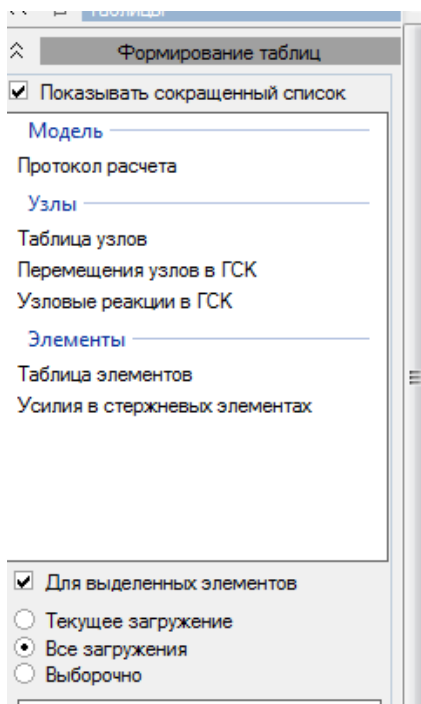

Рис. 58. Формирование таблиц результатов
- В боковой панели **Формирование таблиц** выделите название желаемой таблицы **Усилия в стержневых элементах** (указав при необходимости **для выделенных элементов** или **загружений**) (рис. 58) и нажмите на кнопку **Сформировать**.